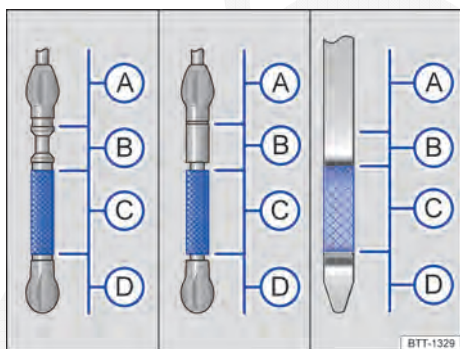

Fig. 260 Vareta de medição do óleo do motor com marcas de nível do óleo do motor (variantes).
Legenda para Fig. 260:
7. Retirar novamente a vareta de medição do óleo e ler o nível no óleo do motor na vareta de medição → Fig. 260 da seguinte maneira:
- (A) Nível do óleo do motor muito alto. Se for o caso, observar a mensagem no display do instrumento combinado e **procurar uma oficina especializada** → ①..
- (B) **Não reabastecer com óleo** → ①. Continuar com a etapa 16.
- (C) Nível do óleo do motor Ok. O óleo do motor pode, no caso de alta demanda do motor → Página 366, ser reabastecido até o **limite superior dessa área**. Continuar com a etapa 8 ou 16.
- (D) Nível do óleo do motor muito baixo. **Imprescindível reabastecer o óleo do motor**. Continuar com a etapa 8.
12. Verificar novamente o nível do óleo do motor na vareta de medição do óleo antes de reabastecer mais uma pequena quantidade de óleo do motor. Nunca reabastecer com óleo do motor em excesso → ①.
13. Ao final do processo de reabastecimento, o nível do óleo do motor deve se situar no meio da área → Fig. 260 (C). Ele não deve ficar acima de (C), na área (B) e não deve ficar na área (A) → ①.
14. Se, por descuido, foi reabastecido muito óleo de motor e o nível de óleo de motor estiver na área → Fig. 260 (A), **não ligar o motor**. Informar a empresa especializada e, se necessário, procurar ajuda técnica.
- Se, por descuido, foi reabastecido muito óleo de motor e o nível de óleo de motor estiver na área → Fig. 260 (A), não ligar o motor. Informar a empresa especializada e, se necessário, procurar ajuda técnica. Caso contrário, o catalisador e o motor podem ser danificados!
O nível do óleo do motor não deve se situar na área → Fig. 260 (A). Caso contrário, o óleo pode ser aspirado pela ventilação do cárter e chegar à atmosfera por meio do sistema de escape.
Em caso de alta demanda do motor, o nível do óleo do motor deve estar na área permitida → Fig. 260 (C), como, por exemplo, em longas conduções por estradas durante o verão, na condução com reboque → Página 179 ou durante travessias de montanhas.